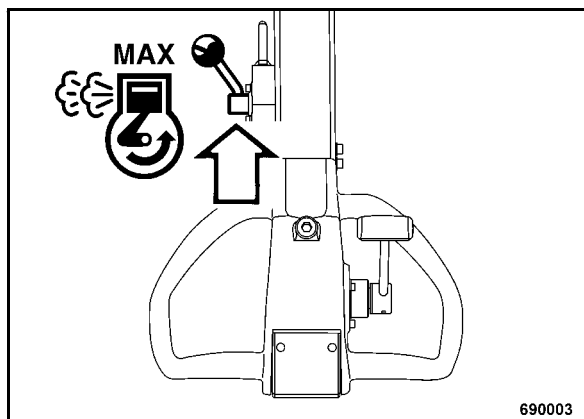

рис. 15
- Установить рычаг управления частотой вращения (рис. 15) в положение "MAX".